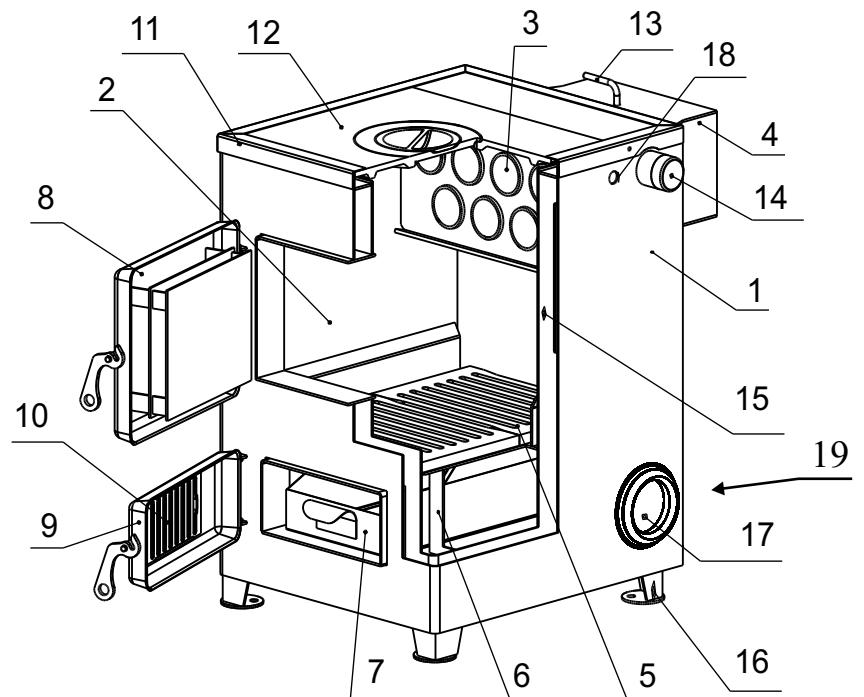

Рис. 1 Аппарат АОТВ
4.6.4. Эксплуатировать аппарат при неполном заполнении системы отопления водой и с открытыми дверцами (поз. 8,9) (см. рис.1).
5.1. Аппарат (рис.1) состоит из корпуса (поз. 1), топки (поз. 2), газохода (поз. 3), дымохода (поз. 4), чугунной плиты (поз. 12).